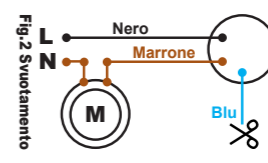

Fig.2 Svuotamento
- Svuotamento: (Fig.2) collegando il filo nero e quello marrone, il circuito apre se il galleggiante è in basso e chiude se il galleggiante è in alto. Nota: isolare il cavo blu/grigio.